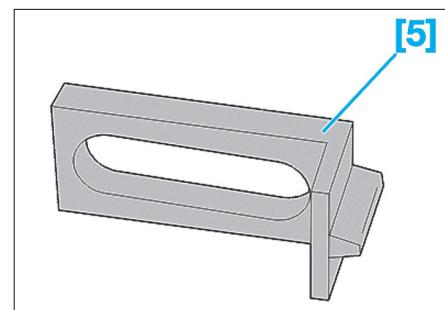

Fig. 6
- [5] Bloc volant moteur (réf : 0188.F) (**Fig.6**).